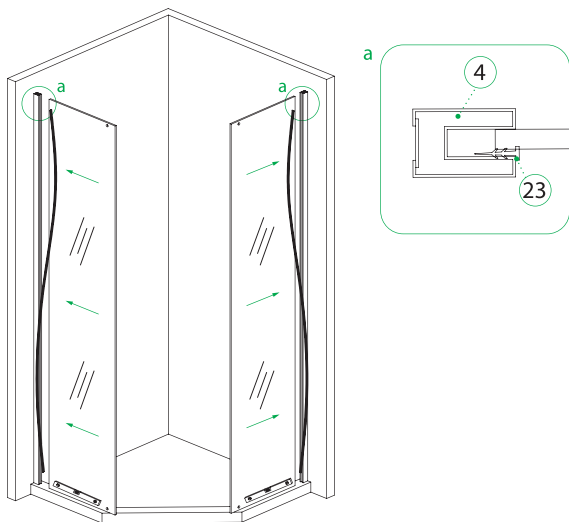

Рис. 8/8-сур.
- Установите закаленные стекла (2) и (3) в пристенные профили (4) с помощью уровня. Слегка закрепите стекла уплотнителями EVA (23), чтобы впоследствии можно было отрегулировать ограждение по уровню (рис. 8-а).
- Установите верхний и нижний каркасные профили (6), как показано на рисунке 9. Не закручивайте полностью шурупы, чтобы в конце установки была возможность отрегулировать ограждение по уровню